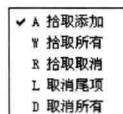

图 1-26 拾取工具菜单
(4) 有些操作中（如：删除），当需要拾取多个元素时，按空格键，弹出选择集拾取工具菜单，以确定元素拾取的方式，如图 1-26 所示。